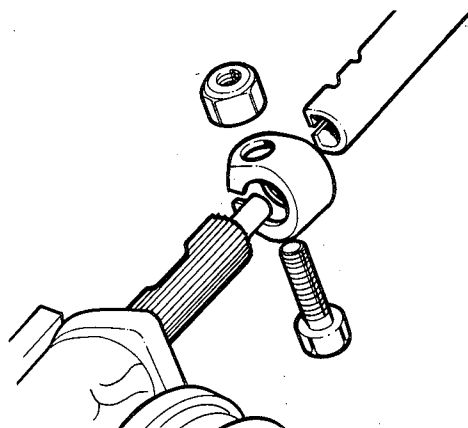

fig. 8
5. Posicionar a caixa da direção em seu local de montagem, e ligar o segmento inferior do eixo da coluna ao eixo do pinhão, fixando-o com a respectiva braçadeira, sem apertar totalmente o parafuso (fig. 8)